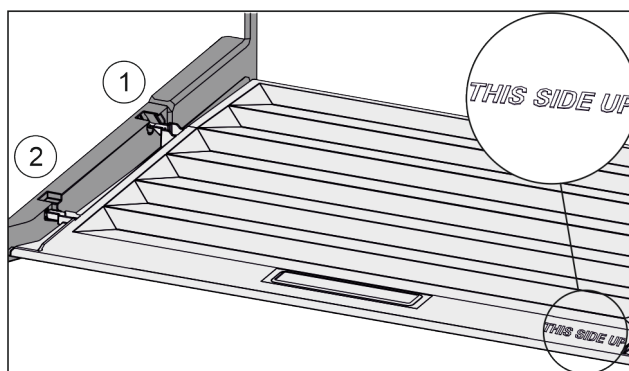

Fig. 108
- ▶ Výstupky víka zavedte do zadních držáků Fig. 108 (1) a vpředu zaklesněte do držáku Fig. 108 (2).